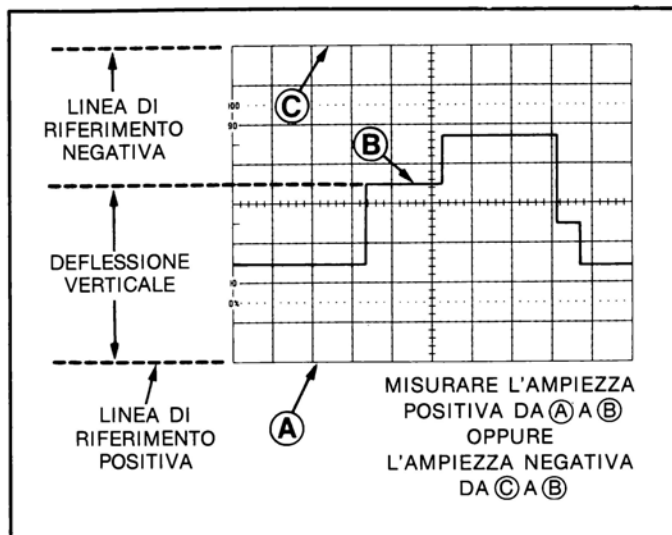

Figura 39
Se invece la tensione sarà negativa si sceglierà la prima linea orizzontale del reticolo in alto. (Si veda quanto indicato in figura 39).
- m) Con riferimento a quanto indicato in figura 39 misurare il numero di divisioni che intercorrono tra la linea di riferimento ed il punto considerato sulla forma d'onda in corrispondenza del quale si deve determinare il livello istantaneo.
ESEMPIO: La deflessione misurata, come indicato nella figura 39, rispetto alla linea di riferimento sia 4,6 divisioni per una forma di onda che risulti disposta sopra la linea di riferimento; il comando VOLT/DIV sia posto su 2V e si impieghi-